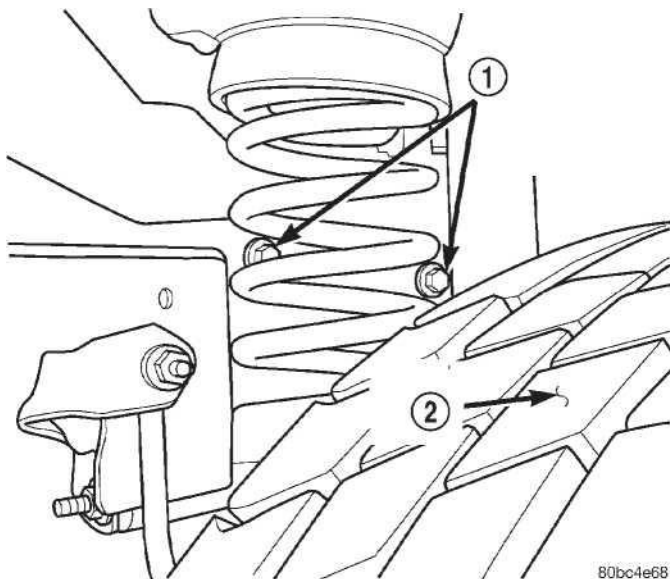

Рис. 25 Болты пластины подоконника опоры двигателя - левое колесо хорошо
(13) Установите стопорные болты пластины подоконника опоры двигателя в левом колесе хорошо (Рис. 25). Закрутите болты к 61 N-m (45 футов lbs.).
(14) Закрутите все болты пластины подоконника опоры двигателя к 61 N-m (45 футов lbs.).